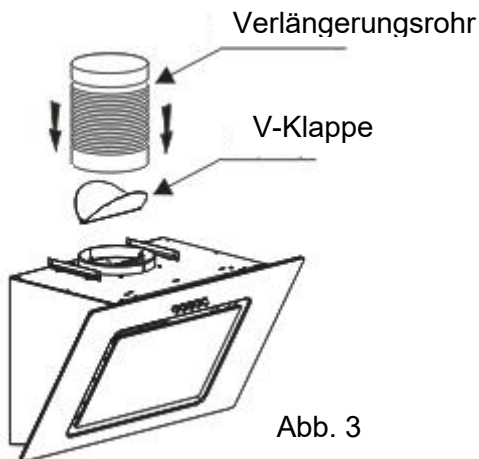
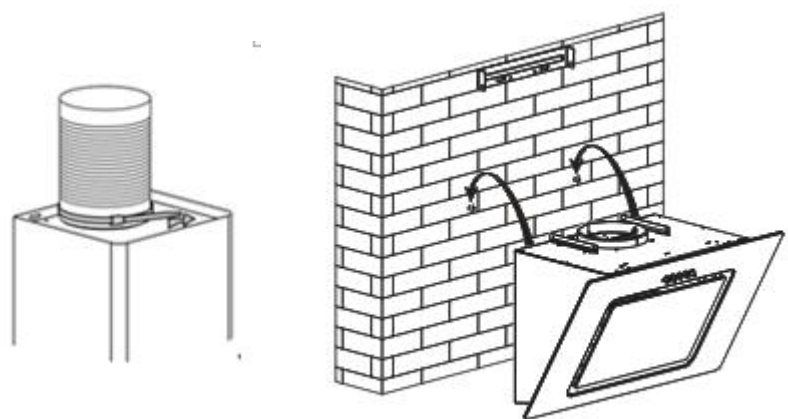

Abb. 3
Abb. 4
4. Installieren Sie die V-Klappe und das Verlängerungsrohr an der Dunstabzugshaube. Befestigen Sie das Verlängerungsrohr mit einem Kabelbinder am Auslass. Siehe Abb. 3. Hängen Sie die Dunstabzugshaube an die Schrauben. Siehe Abb. 4. **Hinweis: Das Verlängerungsrohr ist nicht im Lieferumfang enthalten.**